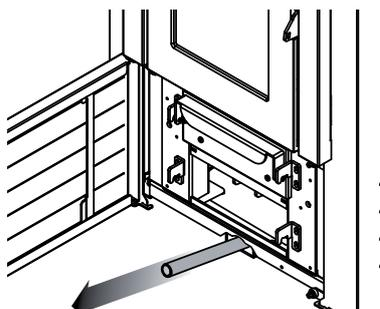

Fig.12.6
- Extraer de su compartimento, la palanca para el movimiento de las tuberías para la extracción del hollín (Fig.12.6).